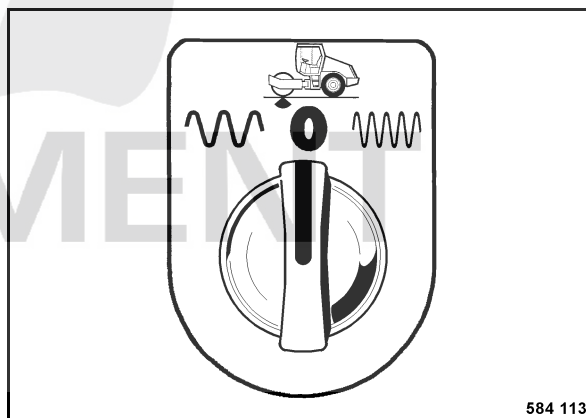

fig. 34
- Tourner l'interrupteur rotatif de sélection de la vibration (fig. 34) sur position "0", vibration arrêtée.